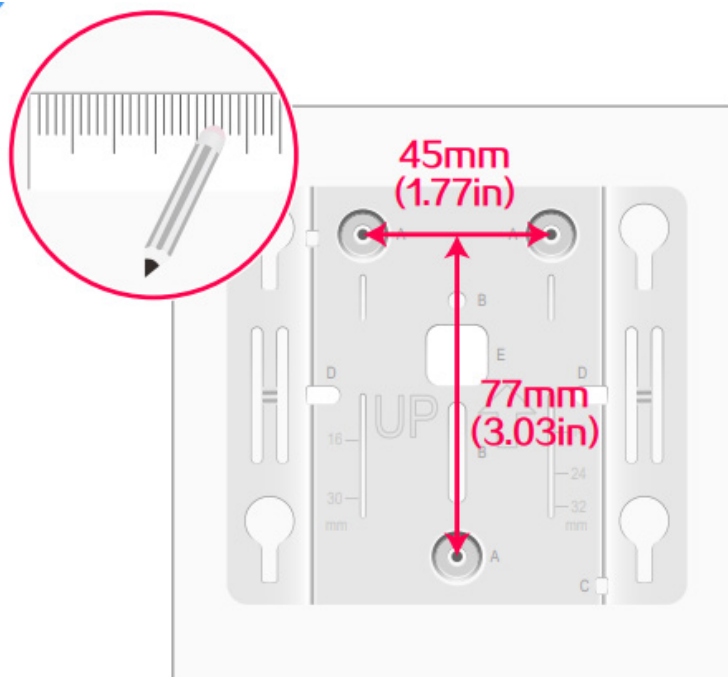

図 3-5 壁面の設置用の穴の位置のマーキング
- 1) 壁面/天井用ブラケットの設置用の穴を用いて、図 3-5 に示すように壁面の設置用の穴の位置をマーキングしてください。